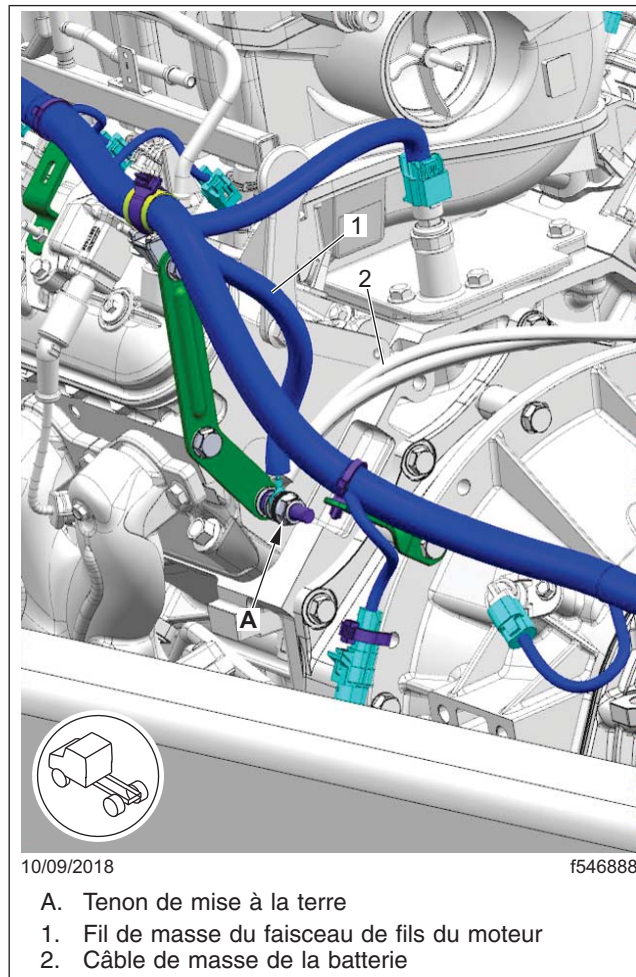

Fig. 5, Tenon du câble de terre
14. À l'aide de deux clés, tenez le tenon de mise à la terre et retirez le contre-écrou qui retient le câble de terre du moteur. Jetez l'écrou et les rondelles. Reportez-vous à la **figure 5**.